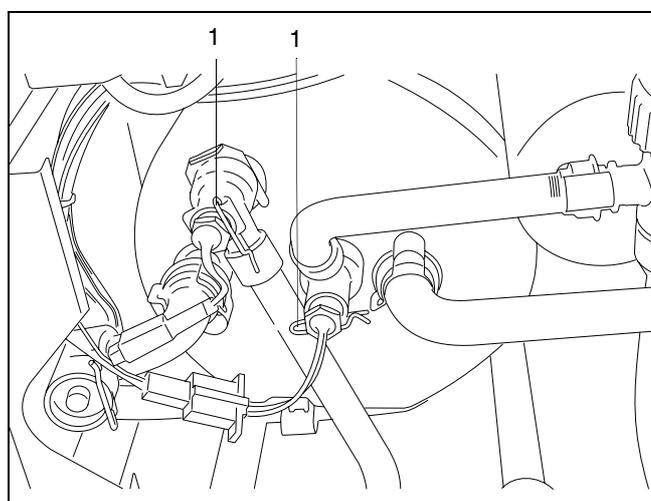

Fig. 40 Smontaggio dei sensori di standby e dell'acqua calda
- Estrarre il fermaglio di sicurezza (fig. 40, pos. 1).